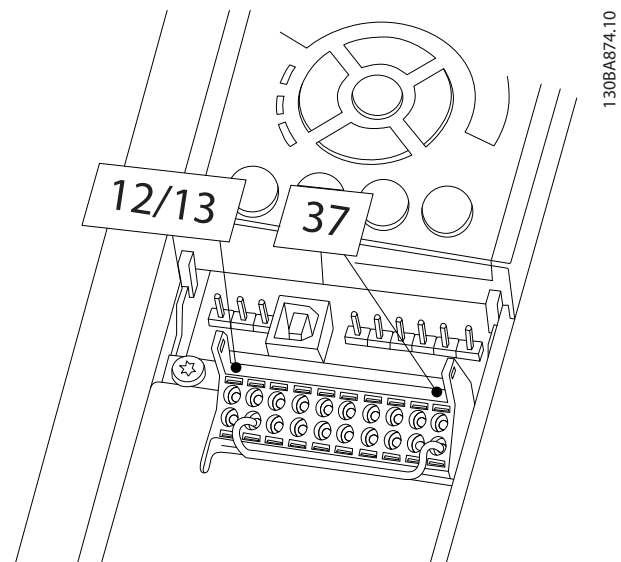

Abbildung 3.39 Jumper zwischen Klemme 12/13 (24 V) und 37
1. Entfernen Sie die Drahtbrücke zwischen den Steuerklemmen 37 und 12 oder 13. Ein Durchschneiden oder Brechen der Drahtbrücke reicht zur Vermeidung von Kurzschlüssen nicht aus. (Siehe Drahtbrücke in *Abbildung 3.39*.)